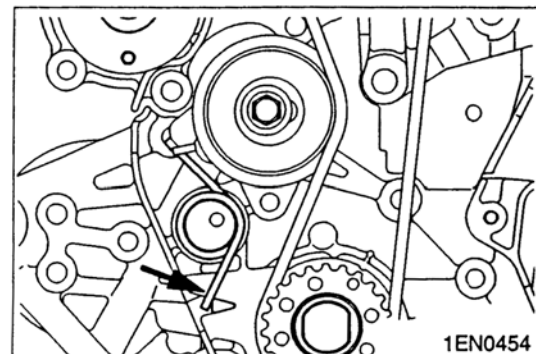

图 3-6
(1) 正时皮带、涨紧器弹簧、正时皮带涨紧器的拆卸
a. 用钳子夹住涨紧器弹簧伸长端 (如图 3-6 所示), 将它从机油泵壳体限位块上拆下, 然后拆下涨紧器弹簧。